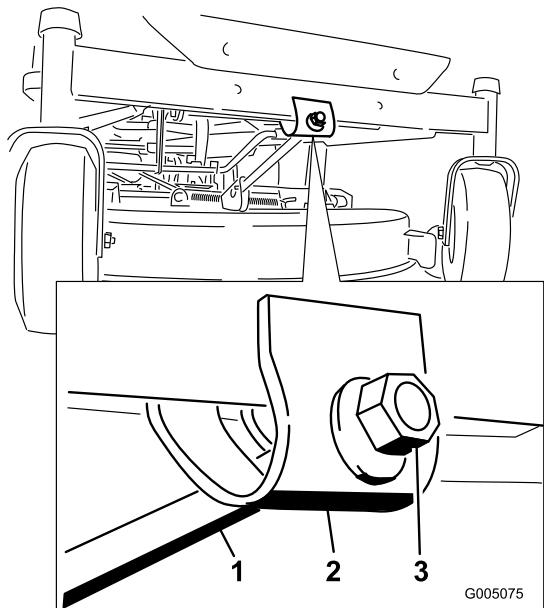

Figura 46
- Para ajustar la inclinación longitudinal, gire la tuerca de ajuste de la parte delantera del cortacésped (Figura 46).